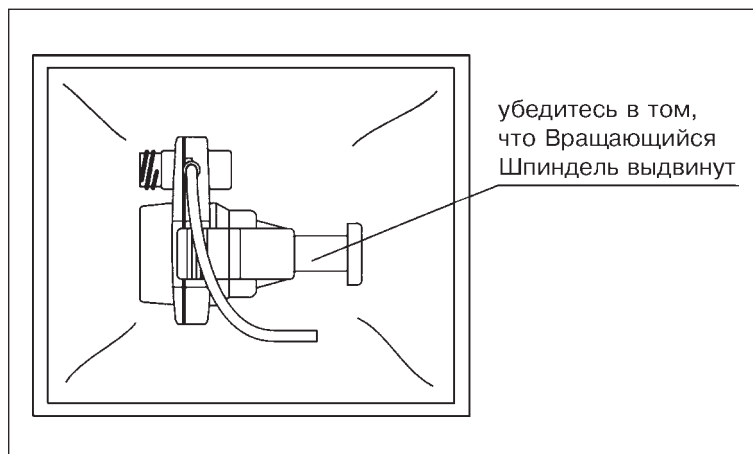

Рис. 6.11
2. Водяной Насос вложите в упаковку, упаковку герметизируйте, как это показано на рис. 6.11, после чего упаковку с Насосом поместите в автоклав. Рекомендованные условия автоклавирования приведены в разделе 6.2 “Методы обработки, совместимые с данным оборудованием, и используемые химические средства”.